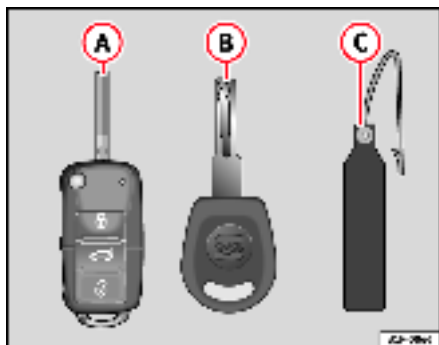

Fig. 63 Jeu de clés
- une clé avec radiocommande ⇒ fig. 63 A avec panneton escamotable,
Un double de clé ne peut être réalisé qu'à l'aide du numéro de clé figurant sur la languette en matière plastique ⇒ fig. 63 B. C'est pourquoi :